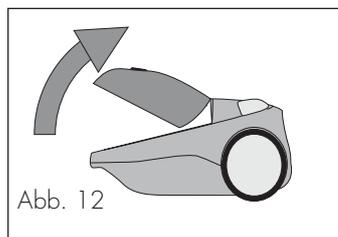
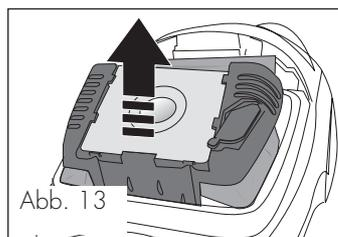

Abb. 12
Abb. 13
Zum Auswechseln des Papierbeutels, die Staubbehälter-Öffnungstaste (M) drücken und den Deckel anheben (Abb. 12). Dann die Papierbeutelhalterung herausziehen (Abb. 13), den Papierbeutel entnehmen und wegwerfen. Den neuen Papierbeutel in die vorgesehenen Schienen einführen, und dann tief hinein schieben (Abb. 14a). Die Staubbeutelhalterung wieder einsetzen (Abb. 14b) und den Deckel des Gerätes durch leichtes Andrücken schließen; das Anschlussstück des Saugschlauchs tritt hierbei automatisch in die Öffnung des Papierbeutels ein. Wir empfehlen, den Staubbeutel häufiger zu wechseln, wenn Sie sehr feinen Schmutz, wie zum Beispiel Mehl, Talk, usw. aufsaugen.